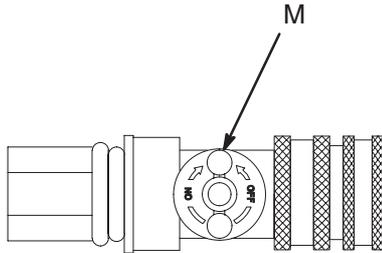

Fig. 9
5. La válvula de control de aire (M) situada al extremo de la manguera de la turbina controla el aire de atomización y la presión en el recipiente de la pistola de pulverización. Vea la Fig. 9. Ajuste la válvula de control de aire según sea necesario.